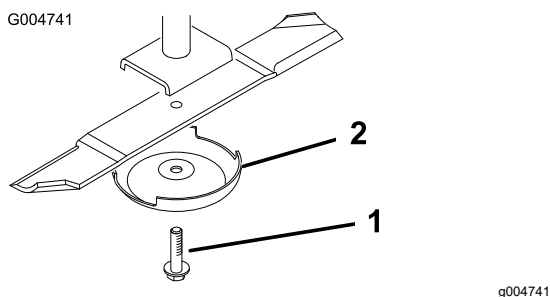

Bild 130
3. Entfernen Sie die Messerschraube, die Antiskalpierkuppe und das Messer von der Spindelwelle (Bild 130).